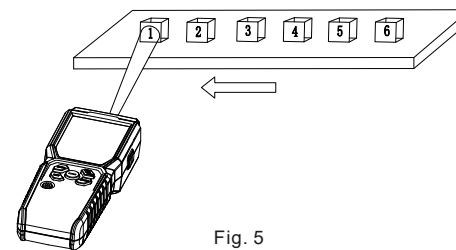

Fig. 5
2. Sin contacto --- Medición de REV (Fig. 5)